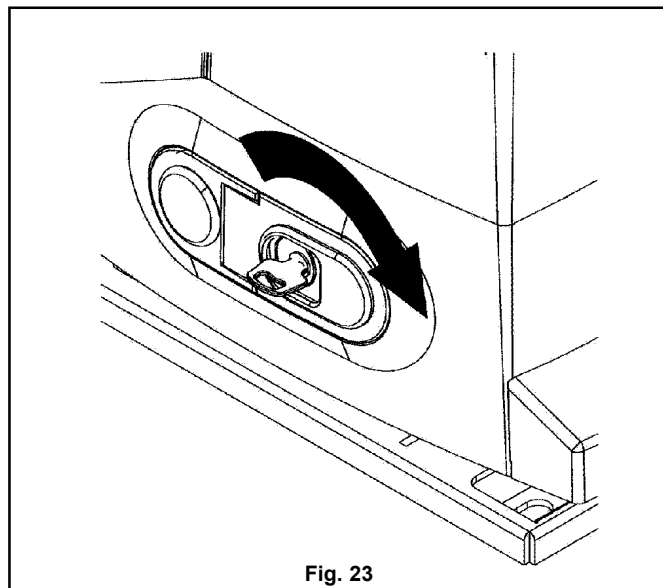

Fig. 23
- b) Infilare la chiave nella serratura (fig. 23) e ruotarla verso destra di 90°; ora la lo sportellino di sgancio è libero.